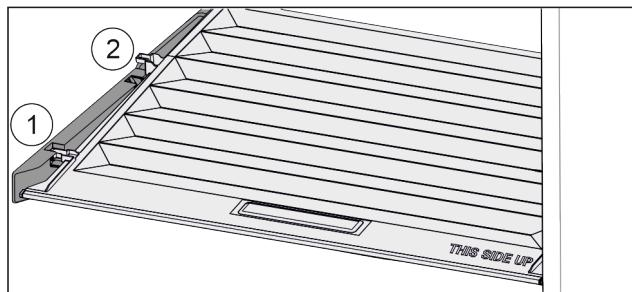

Fig. 82
- Издърпайте напред Fig. 82 (1) капака до отвора в задържащите части.
- Повдигнете го отзад отдолу и отстранете Fig. 82 (2) нагоре.